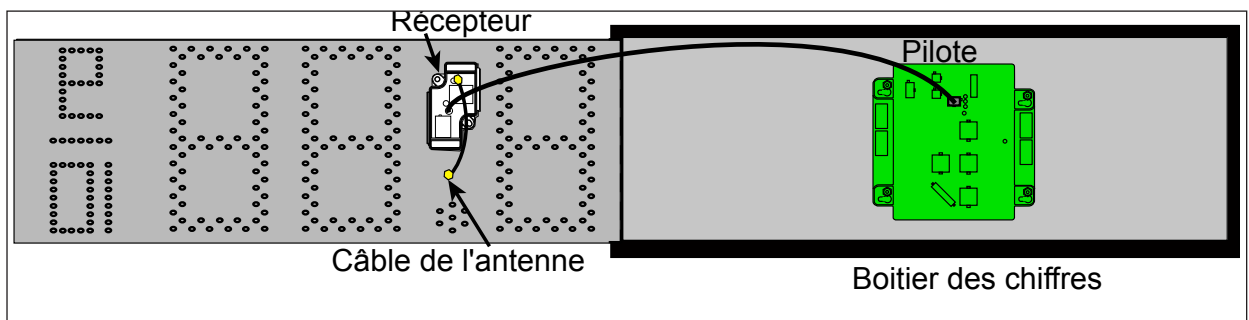

Figure 29: Assemblage final du récepteur
- Connectez le câble du récepteur depuis le récepteur vers le pilote. Consultez la **Figure 29**.